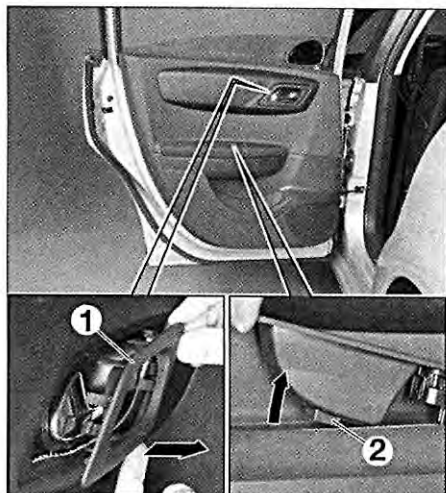

FIG. 49
- Desmontar el marco de empuñadura interior (1) (fig. 49).
- Desmontar el tornillo de fijación (2), y desmontar el conjunto de mando de elevallunas.